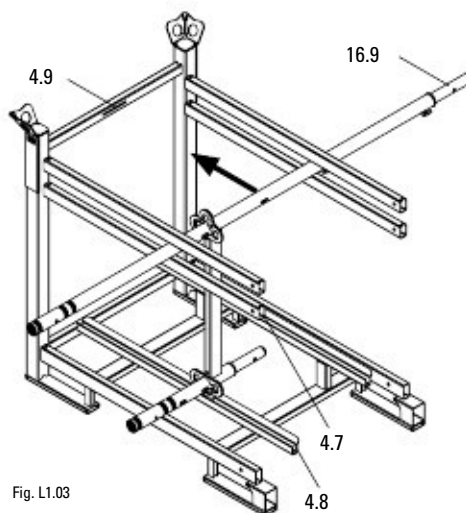

Fig. L1.03
1. Поставете първия Easy Frame EVF едновременно върху долната конзола (4.7) и върху долната опорна шина (4.8) и го натиснете до края на рамката. Пробката на Easy Frame (16.9) сочи вдясно. (Fig. L1.03)